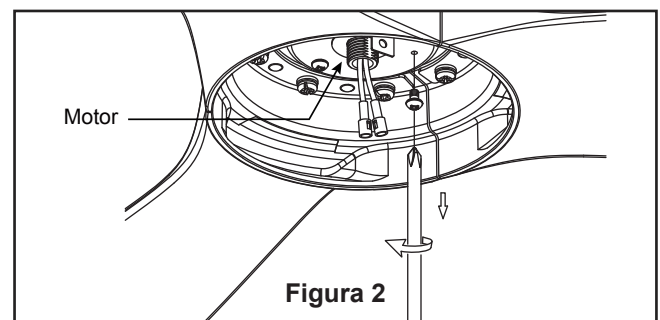

Figura 2
- ☐ 2. Extraiga uno de los tres tornillos del soporte ubicado en la parte interior de la unidad del motor. Guárdelo para después y afloje levemente los otros dos tornillos. (Figura 2)